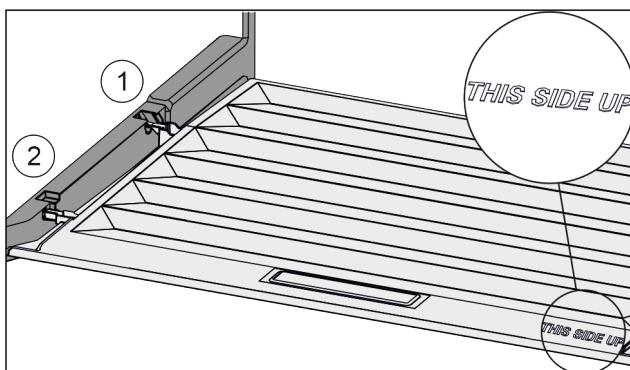

Fig. 129
- Вставить поперечные ребра крышки через отверстие заднего держателя Fig. 129 (1) и защелкнуть спереди в держателе Fig. 129 (2).